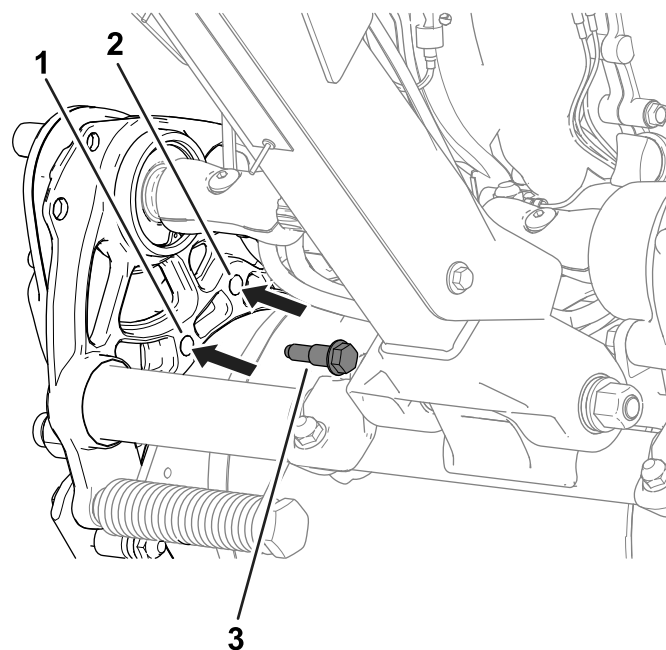

Bild 21
4. Befestigen Sie das Antriebsgehäuse mit den zuvor entfernten Ansatzschrauben am Chassis (Bild 21).
2. Entfernen Sie die Ansatzschrauben (Bild 21) auf jeder Seite der Maschine, die das Trommelantriebsgehäuse am Chassis befestigen.